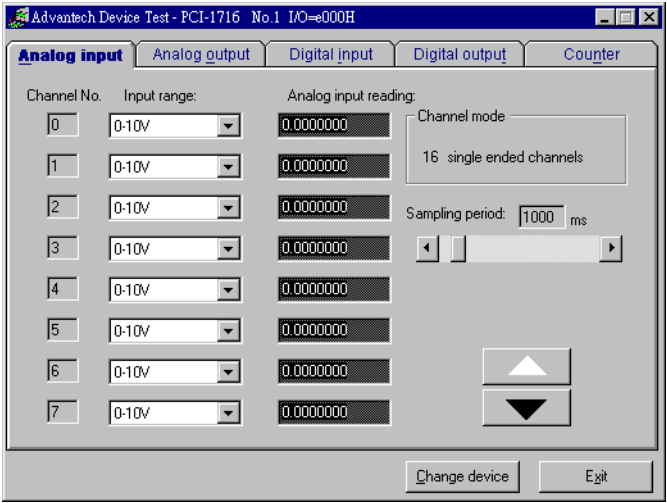

图 2.5: 设备测试对话框中的模拟量输入标签
3. 如果硬件板卡设备已经安装在 PC 内，设备名将出现在已安装设备对话框，如图 2.5 所示。